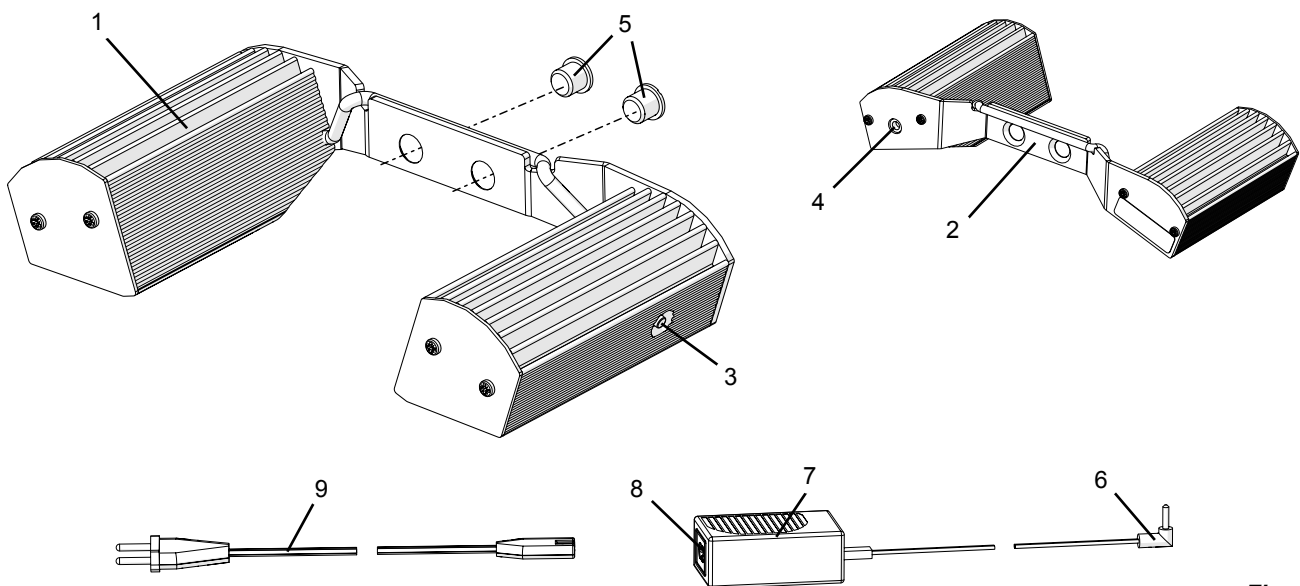

Fig. 1
- ⇒ Raccorder le câble secteur (9, Fig. 1) à la prise secteur (8, Fig. 1) de l'adaptateur secteur (7, Fig. 1).
Appuyer sur la touche marche/arrêt (3, Fig. 1) pour allumer ou éteindre l'éclairage LED et réduire la luminosité.